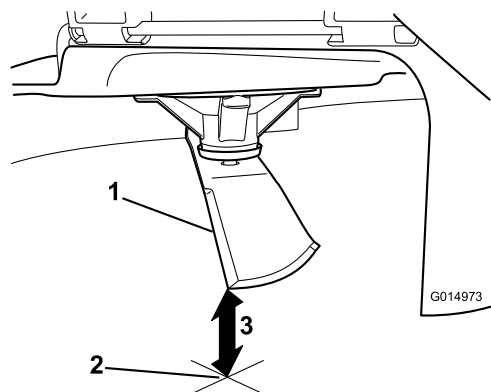

Figura 59
5. Misurate dalla punta della lama alla superficie piana (**Figura 59**).